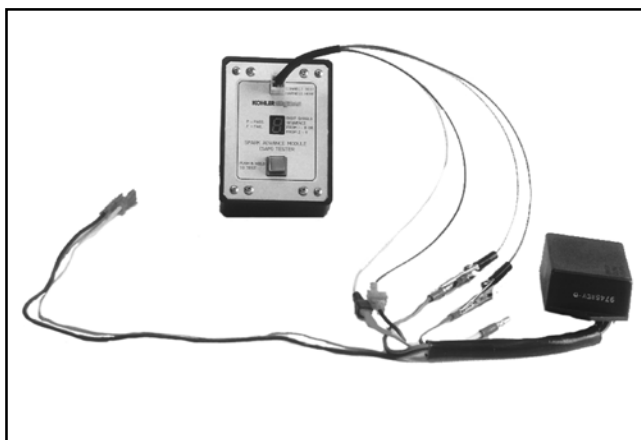

Figura 8-13.
3. Scollegare i cavi giallo e marrone del tester dai cavi lunghi del modulo. Collegare il cavo marrone del tester al cavo marrone corto del modulo. Collegare il cavo giallo del tester al cavo giallo corto (o rosa) del modulo. Vedere Figura 8-13. Lasciare i cavi rosso e verde collegati. Ripetere il punto 2.